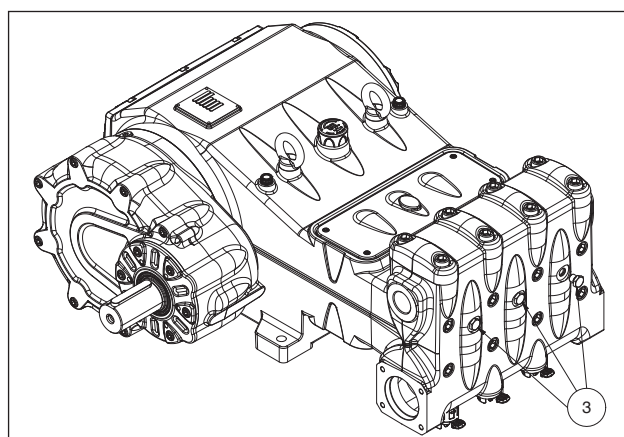

图 11
如果由于电源不足而引发启动问题，则可以通过拆下泵头上的三个前盖(MK240型除外)进行干预，如③ 图11所示。